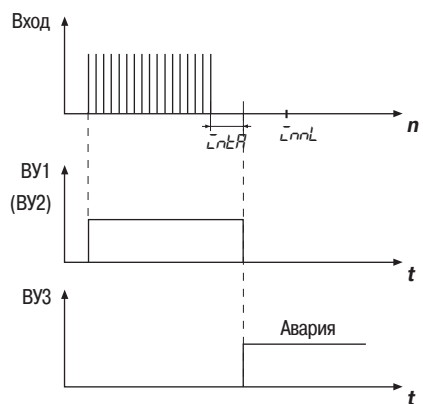

Рис. 10
- заклинивание вала электропривода произошло до достижения конечного положения – значение счетчика не достигло заданного в параметре $LnnL$ значения, а период следования импульсов, установленный в параметре $LnPR$, превышен (рис.10);